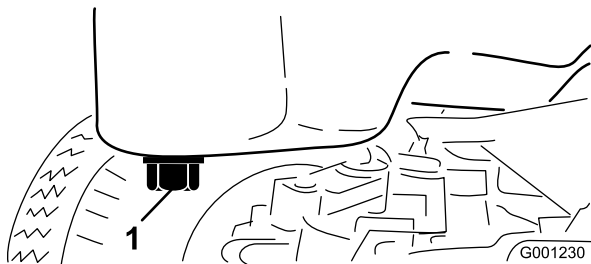

Bild 49
3. Stellen Sie eine Auffangwanne unter die Ölwanne und richten Sie sie mit der Ablassschraube aus (Bild 49).